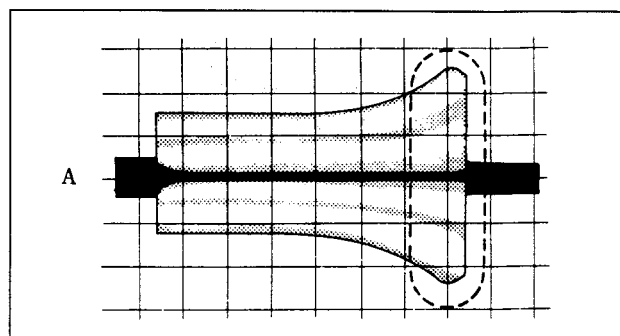

図4-12.
- ・ 出口自由波形が範囲外で、図4-12に示すような状態のときは、あおり調整ねじを時計方向に回し範囲内に調整する。
- 8) RF出力波形が図4-12のように出口側が浮いた場合は、再び調整をおこなう。